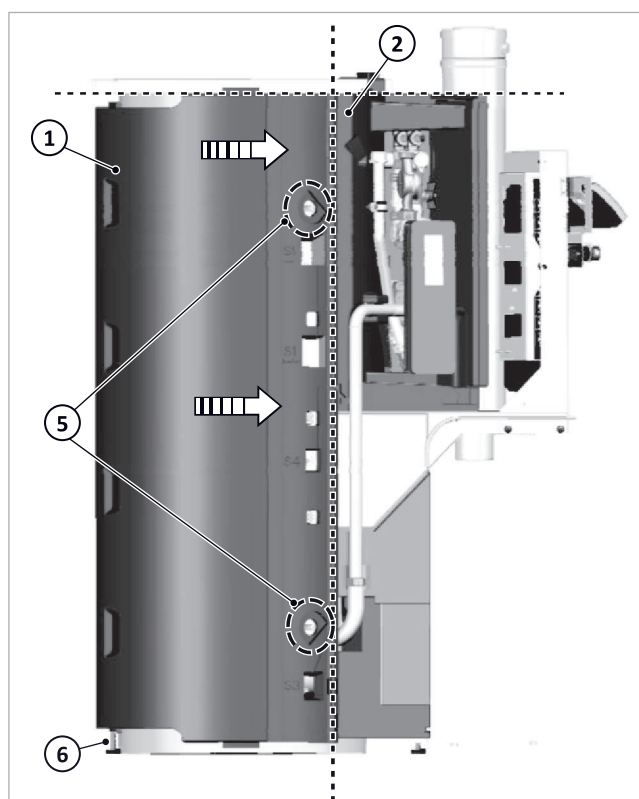

Fig. 16 : installation de l'isolation arrière de l'accumulateur
3. Utilisez une rondelle coudée (3) et une vis (4) pour fixer l'isolation de l'accumulateur en haut et en bas de l'accumulateur → fig. 16 (5).
- terminaison droite en haut de l'isolation arrière de l'accumulateur → fig. 16 (1) avec l'isolation de la station (2)
- affleurant dans les angles droits avec l'isolation de la station → fig. 16 (2) et l'isolation de la bride.
6. Faites sortir le pied → fig. 16(6) jusqu'au sol.